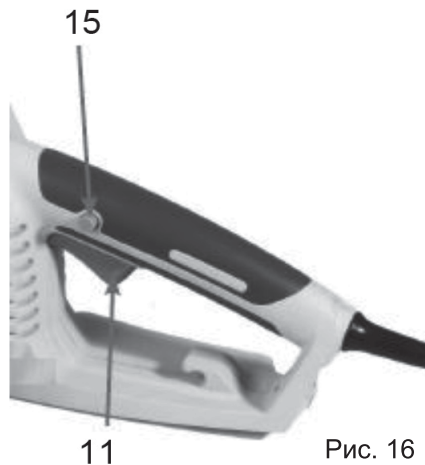

Рис. 16
- нажмите кнопку разблокировки выключателя 15 (рис. 16) и, не отпуская ее, нажмите курок выключателя 11 (рис. 16).